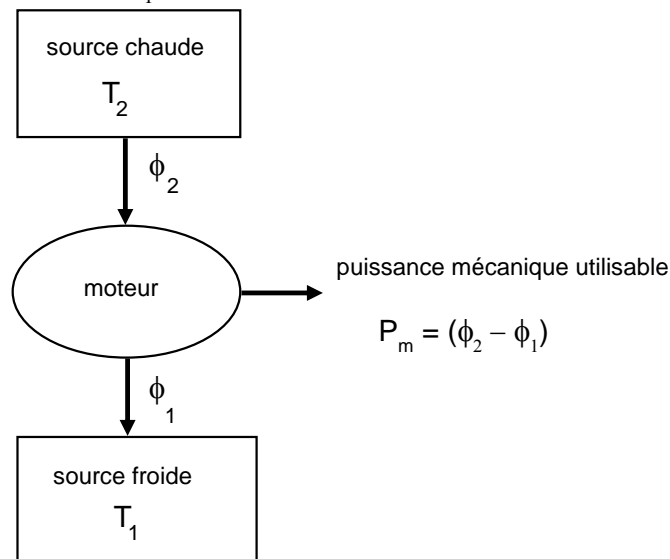

Fig. 1: Principe des moteurs thermiques
Un moteur thermique est une machine thermique capable de convertir une partie  $\phi_2 - \phi_1$ , d'un flux de chaleur  $\phi_2$  [J/s] fournie par une source chaude à température  $T_2$ , en puissance mécanique  $P_m$  (puissance motrice recueillie sur l'arbre de rotation). Le flux  $\phi_1$  est obligatoirement perdu par rejet dans une source froide à température  $T_1$  (fig. 1).
- c) la différence des quantités de chaleur  $\phi_2 - \phi_1 = P_m$  (fig. 1).